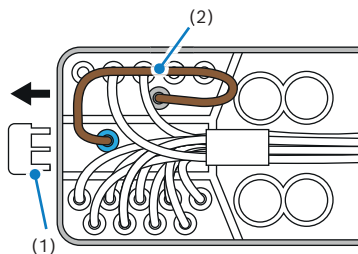

Figure 1
6. Installer un pont dans la prise du faisceau de câblage XE2 (figure 1).